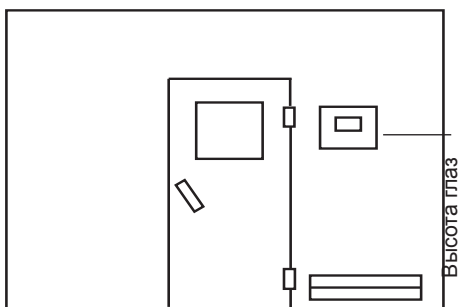

Рис. 3
1. Отверстия  $\varnothing 3$  мм для входящих в объем поставки шурупов 4 x 20 мм размещаются соответственно указанным на рис. 3 + 3.1 размерам.